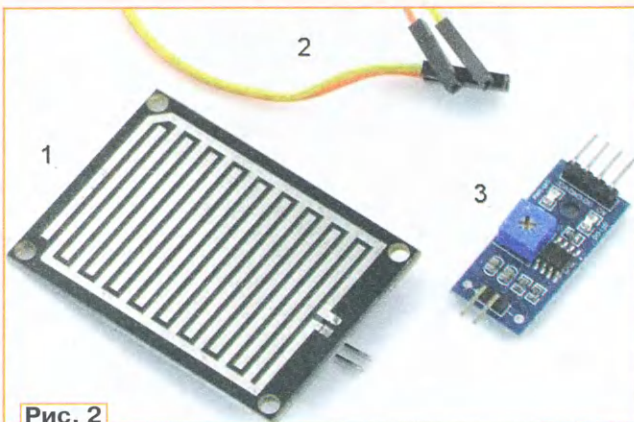

Рис. 2
4 ● Ответ — 0. К плате Arduino A1 подключается модуль датчика дождя В1, представляющий собой связку из трёх элементов (рис. 2): сенсорная плата с "змеевидной" топологией проводников (1), соединитель-